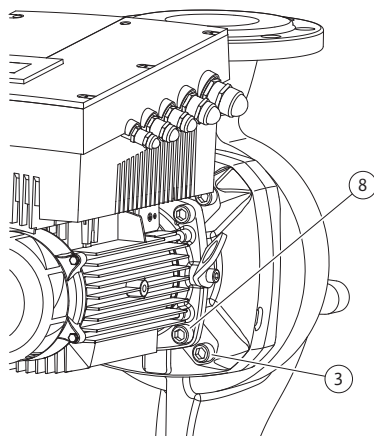

Fig. 52: 选配的插入件固定装置
11. 松开和取出螺钉 (Fig. 7, 位置 3)。根据水泵类型不同，应取出外部的螺钉 (Fig. 52, 位置 3)。在取出螺钉后，插入件 (请见 Fig. 13) 仍保留在泵壳内并且固定牢固，即使当电机轴处于水平位置时也不会有倾翻危险。
16. 根据水泵型号不同，拧松螺钉 (Fig. 7, 位置 10)，或者作为替代，拧松螺钉 (Fig. 52, 位置 8)。
22. 小心地通过轴推动联接架，将其定位在原有位置，或者另一个与电机法兰呈所需角度的位置上。此时注意各组件允许的安装位置（请见第 7.1“允许的安装位置和在安装前改动组件布局”，第 17 页节）。用螺钉（Fig. 7，位置 10），或者对于（Fig. 52）所示的水泵型号/联接架型号，用螺钉（Fig. 52，位置 8）将联接架固定在电机法兰。